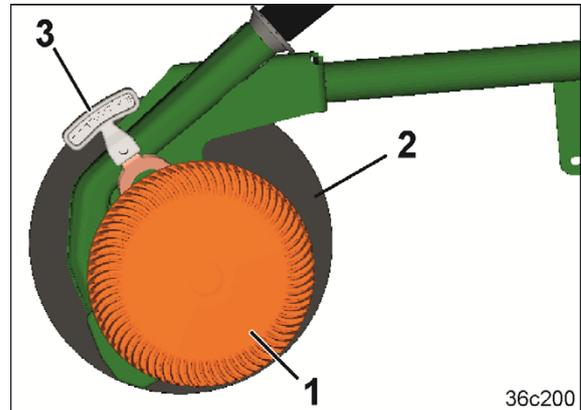

Fig. 53
El disco de siembra plano (Fig. 53/1) y el disco de limpieza (véase más abajo) sirven
- para limpiar la parte trasera del disco de acero (Fig. 53/2).
Para limitar la profundidad de deposición de las semillas los discos de las rejas pueden regularse a tres niveles. El asa (Fig. 53/3) sirve para el accionamiento.
El disco de siembra plano (Fig. 53/1) permite una siembra plana también con elevada presión de la reja en suelos muy blandos.